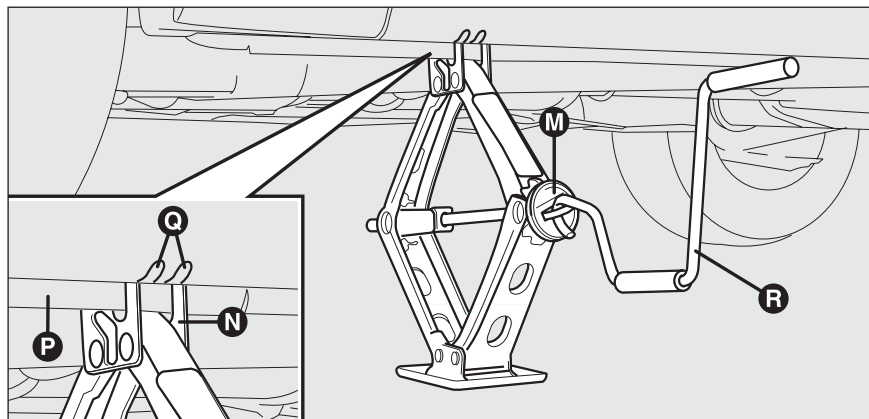

fig. 6
□ azionare il dispositivo **M**-fig. 6 in modo da distendere il cric, sin quando la scanalatura **N** sulla parte superiore del cric si inserisce correttamente sul profilo inferiore **P** ricavato sulla scocca in corrispondenza dell'indicazione **Q** (a circa 72 cm dal centro ruota anteriore oppure 75 cm dal centro ruota posteriore);
□ inserire la manovella **R**-fig. 6 per permettere l'azionamento del cric e sollevare la vettura, sino a quando la ruota si alza da terra di alcuni centimetri;
- ☐ azionare la manovella **R-fig. 6** del cric in modo da abbassare la vettura ed estrarre il cric;